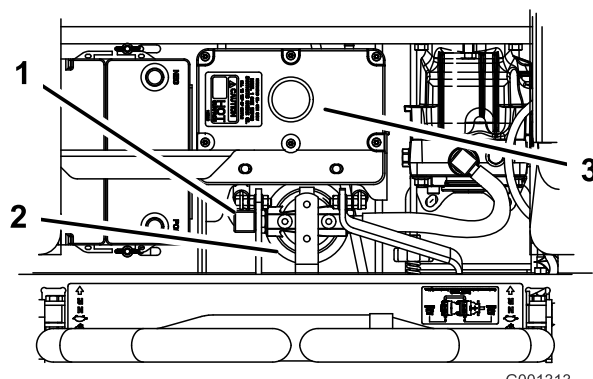

Figura 96
4. Rimuovete il tubo idraulico destro che entra nell'adattatore (Figura 96).
6. Montate il tubo idraulico destro nell'adattatore (Figura 96).
7. Spalmate un velo sulla guarnizione di gomma sul nuovo filtro (Figura 96).
9. Riempite il serbatoio idraulico con il fluido idraulico fino a quando il fluido non fuoriesce da filtro e poi girate il filtro del fluido in senso orario fino a quando la guarnizione in gomma non viene a contatto con l'adattatore del filtro, poi serrate il filtro di un altro ½ giro (Figura 96).